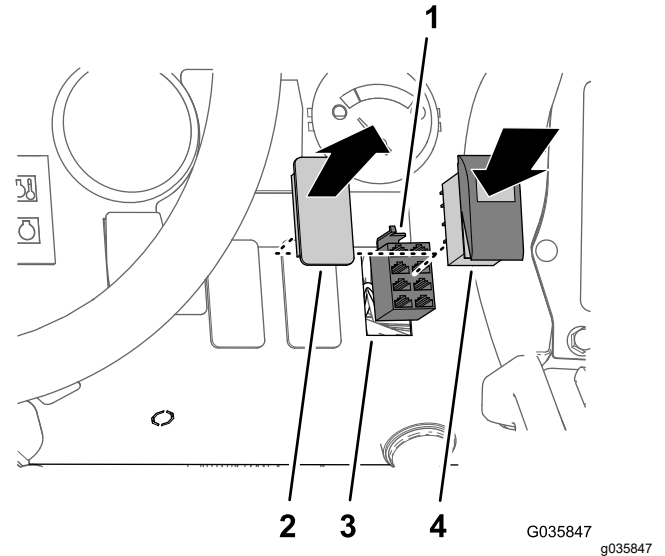

図 35
1. 図 35 に示すように、ダッシュパネルのスイッチプラグを外す。
2. ウルトラソニックブーム仕上げキットのワイヤハーネスの 8 ソケットコネクタ SONIC MODE MANUAL VS. AUTO というラベルがついているを、ロッカースイッチに接続する (図 35)。
3. ダッシュパネルの取り付け穴にロッカースイッチを取り付ける。パチンとはまるまでスイッチを押し込むこと 図 35。